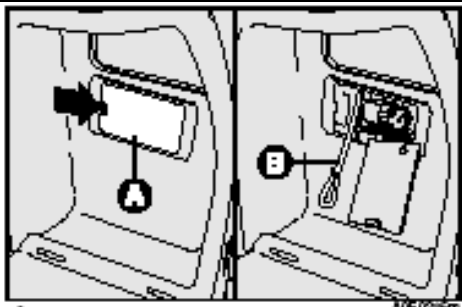

рис. 26
- открыть дверцу **A** – **рис. 26** доступа к блоку предохранителей расположенного правой стороны багажника нажав на точку, указанную стрелкой;